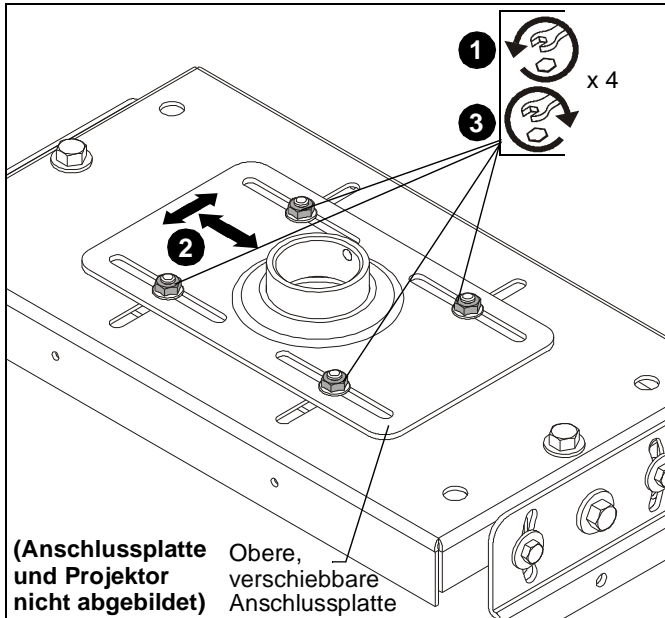

Abb. 4
**Horizontale Einstellungen (Siehe Abb. 4)**